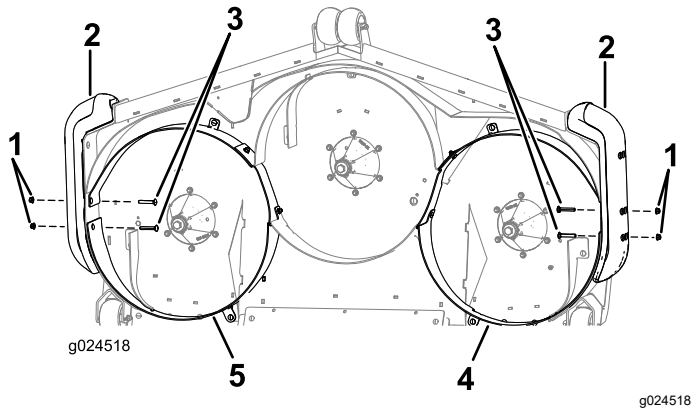

Figura 5
Nota: Para facilitar la alineación de los deflectores, introduzca los pernos de cuello cuadrado ($\frac{3}{8}$ " x $2\frac{1}{2}$ ") y las tuercas con arandela prensada ($\frac{3}{8}$ ") a través de los lados de los deflectores y del parachoques (Figura 5).
1. Introduzca 2 pernos de cuello cuadrado (3/8" x 2 1/2") en cada lado a través de los deflectores derecho e izquierdo y los parachoques (Figura 5).
2. Sujete los 2 pernos de cuello cuadrado con 2 tuercas con arandela prensada (3/8") en cada lado (Figura 5).